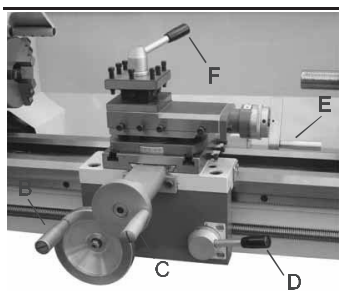

Рис. 15
**Продольное перемещение (В, Рис. 15)**
**Рычаг зацепления полулайки (D, Рис. 15)**
**Маховичок поперечного перемещения (С, Рис. 15)**
**13. Рычаг поперечного перемещения верхнего суппорта (Е, Рис. 15)**
**Зажимной рычаг резцедержателя (F, Рис. 15)**